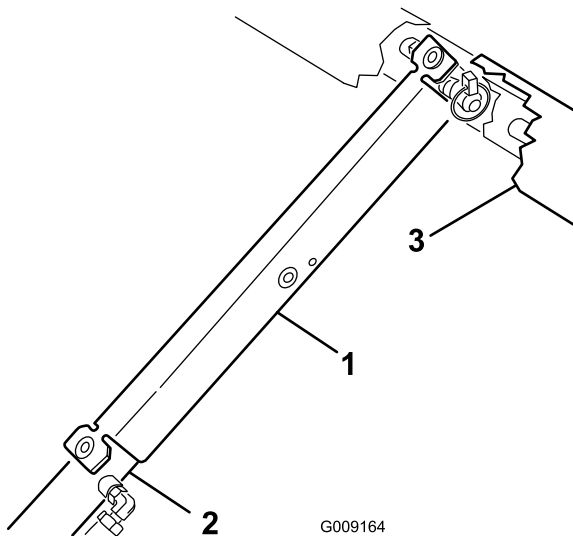

Figura 41
3. Spingete il supporto del pianale sull'asta del cilindro, assicurandovi che le alette alle estremità del supporto poggino sull'estremità della canna del cilindro e sull'estremità dell'asta del cilindro (Figura 41).